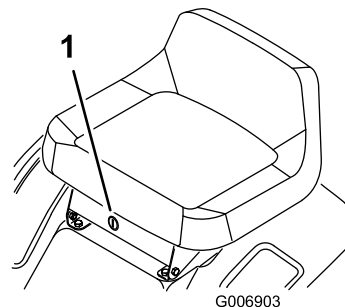

Figura 11
2. Inserte la llave KeyChoice en el interruptor (Figura 11).